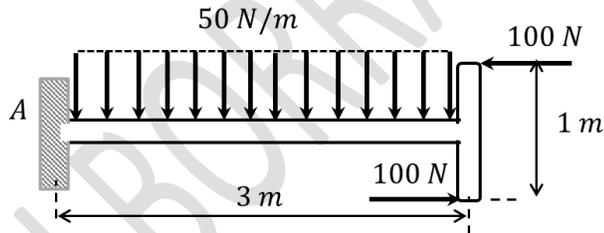

Fig. 8.34.
8.12.- Utilice la viga de 3 (m) empotrada en A y sometida a una fuerza distribuida constante de 50 (N/m) y a un par de fuerzas de 100 (N) como muestra la Fig. 8.34 para determinar las fuerzas internas en $x = 1.0, 1.5$ y 2.0 (m) medidos desde A.